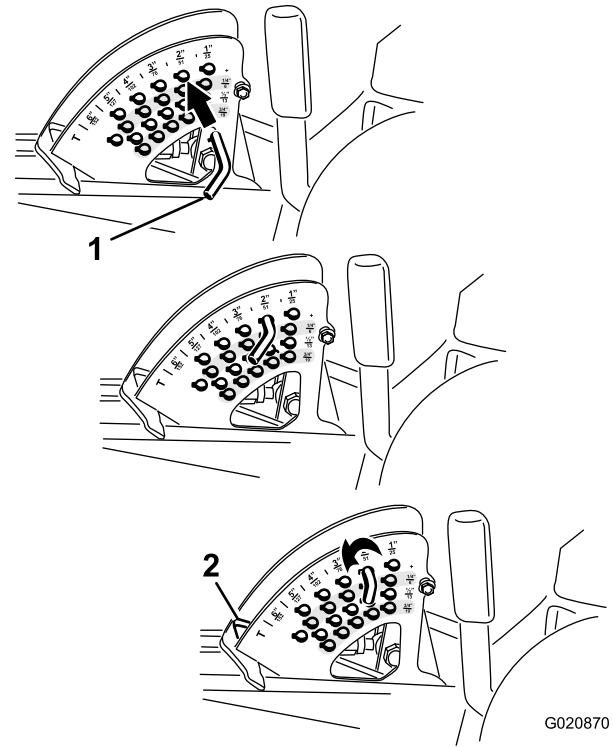

図 25
2. ストップピンについているロールピンを回してピンと刈高設定穴のスロットとが整列したところでピンを抜き取る 図 25。
3. 刈高ブラケットについている穴から、希望する刈高に対応する穴を見つけ、その穴にピンを通し、ピンを回してロックする 図 25。
注 穴は全部で4列あります 図 25。外周側の列は、外周部に刻印されている通りの刈高の穴です。2列目の穴は、それぞれ1列目プラス6 mmの刈り高となります。3列目の穴は、それぞれ1列目プラス12 mmの刈り高となります。一番下の列の穴は、それぞれ3列目プラス18 mmの刈り高となります。刈高158 mmだけは例外で、2列目のはずれにあります。この穴にセットすると刈高152 mmとなります6 mm アップにはなりません。